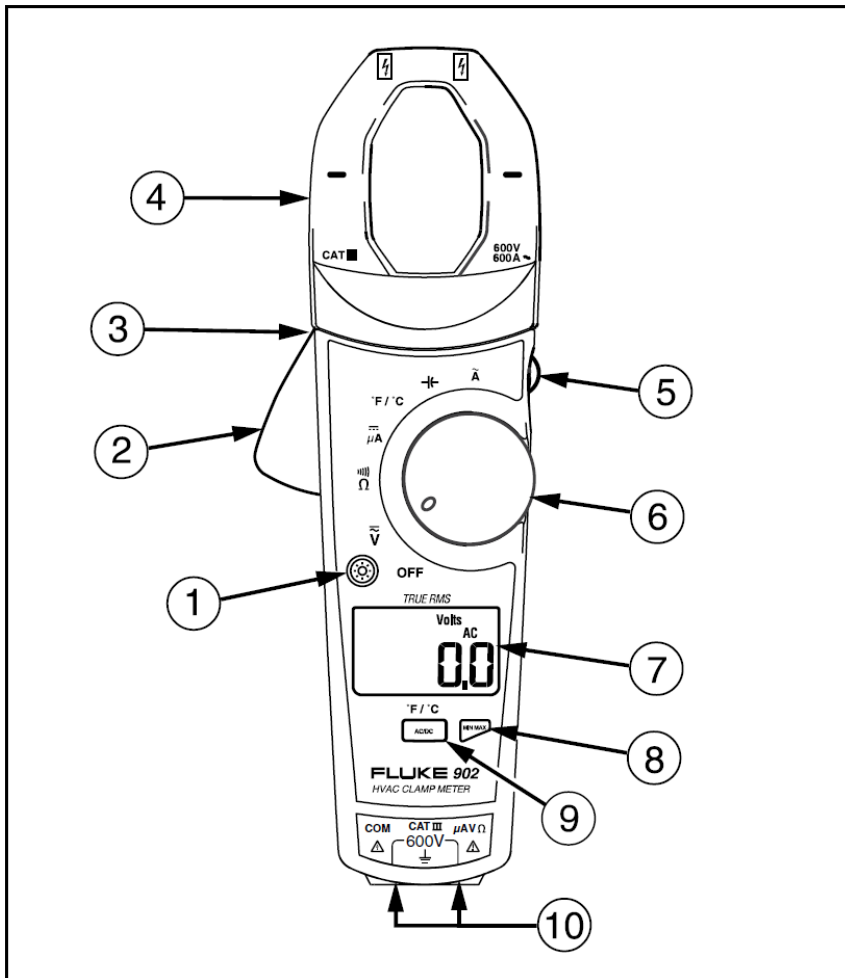
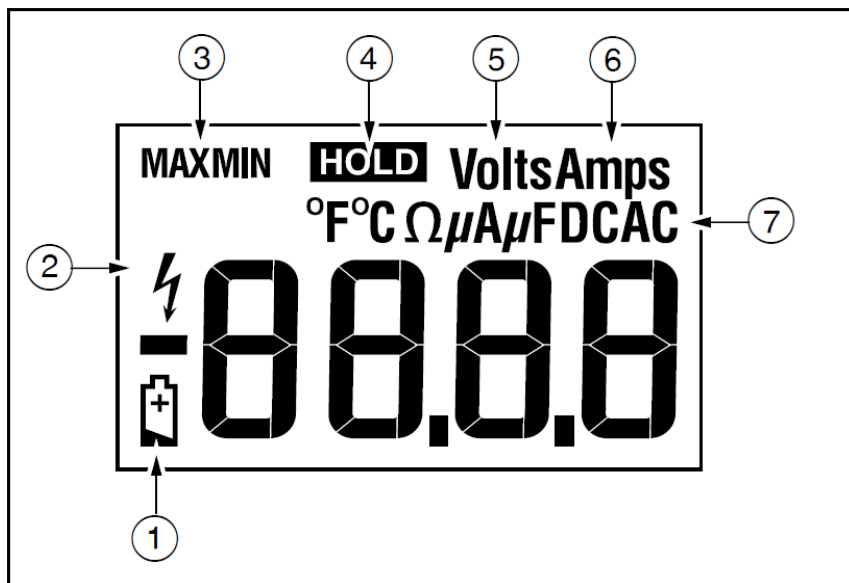

Рис. 1. Измерительные клещи для систем ОВКВ Fluke 902
Рис. 2. Внешний вид дисплея
- Не держите клещи за пределами упора для рук, см. Рис. 1.
Для ознакомления с функциями и особенностями прибора обратитесь к Рис. 1 и Рис. 2, а также к Таблице 1 и Таблице 2.
- **Не держите клещи за пределами упора для рук, см. Рис. 1.**